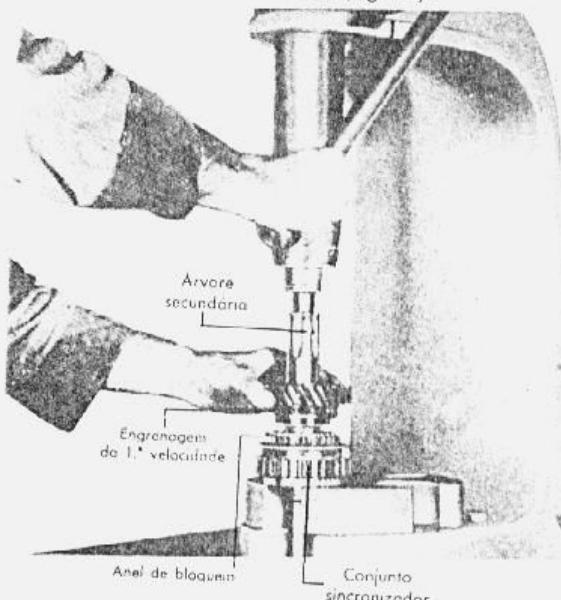

fig. 12 — instalação do conjunto sincronizador da primeira
- Montar o conjunto do sincronizador da 1ª velocidade e engrenagem da ré e prensá-lo na árvore secundária, certificando-se de instalar o anel de bloqueio da 1ª velocidade (fig. 12).